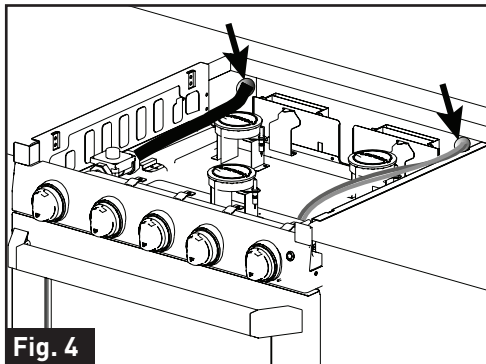

Fig. 4
4. Connecter une source d'alimentation de propane a la cuisinière par le coin supérieur a l'arrière de l meuble. Connecter une source d'alimentation positive de 12V et un cable a l'appareil par le coin supérieur droit a l'arrière de l meuble. (Fig. 4)